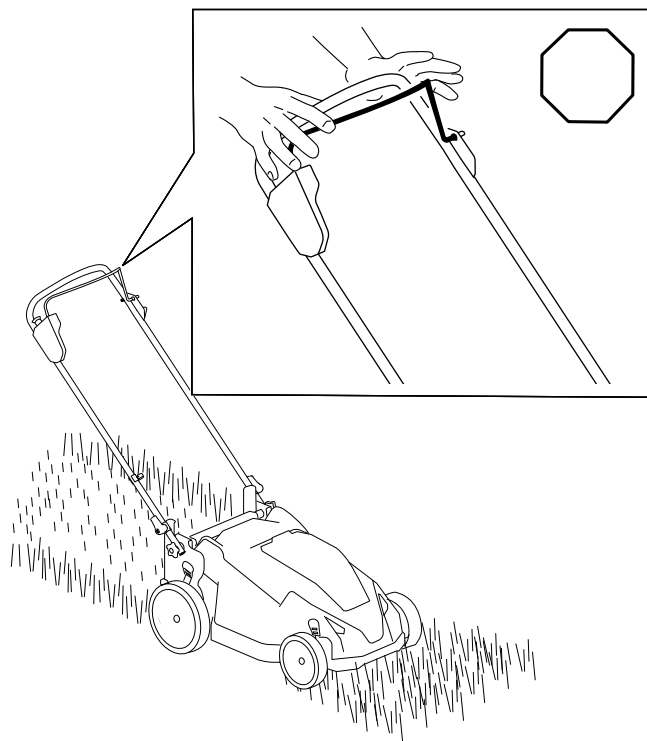

Figura 11
1. Suelte la barra de control de la cuchilla (Figura 11, A).